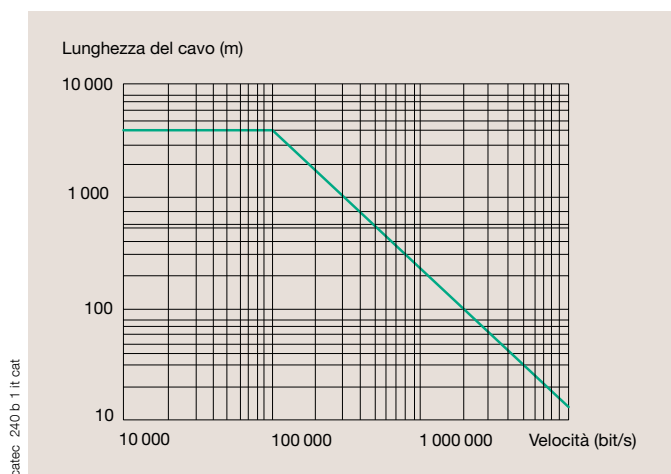

Fig. 1.
- lunghezza massima: 1 200 m per una velocità che può raggiungere 100 kbit / secondo. La lunghezza può essere aumentata grazie all'aggiunta di un ripetitore di linea RS485 (vedere fig. 1),